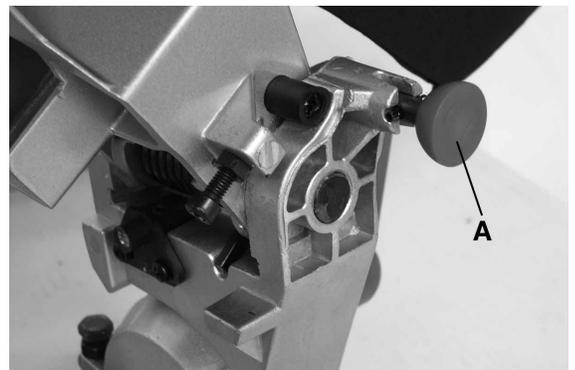

FIGURE 8
4. La scie est expédiée avec la tête verrouillée en position basse. Pour déverrouiller la tête de la scie, appuyez sur le haut du bras, puis tirez et tournez le bouton de déverrouillage de la tête de la scie (A, Fig.8).
Pour le transport de la scie à onglets, le bras de coupe doit toujours être verrouillé à la position basse. Ceci s'effectue en abaissant le bras de coupe, en tirant et tournant le bouton de verrouillage (A) Fig.8 jusqu'à ce que la goupille est alignée avec le fossé et relâchez le bouton de verrouillage. Il peut être nécessaire de lever le bras de coupe jusqu'à ce que l'arbre du bouton de verrouillage verrouille la tête.
2. Poussez sur la tête vers le bas et tirez et tournez le bouton de relâche (A) FIG.8 pour soulever la tête de la scie.